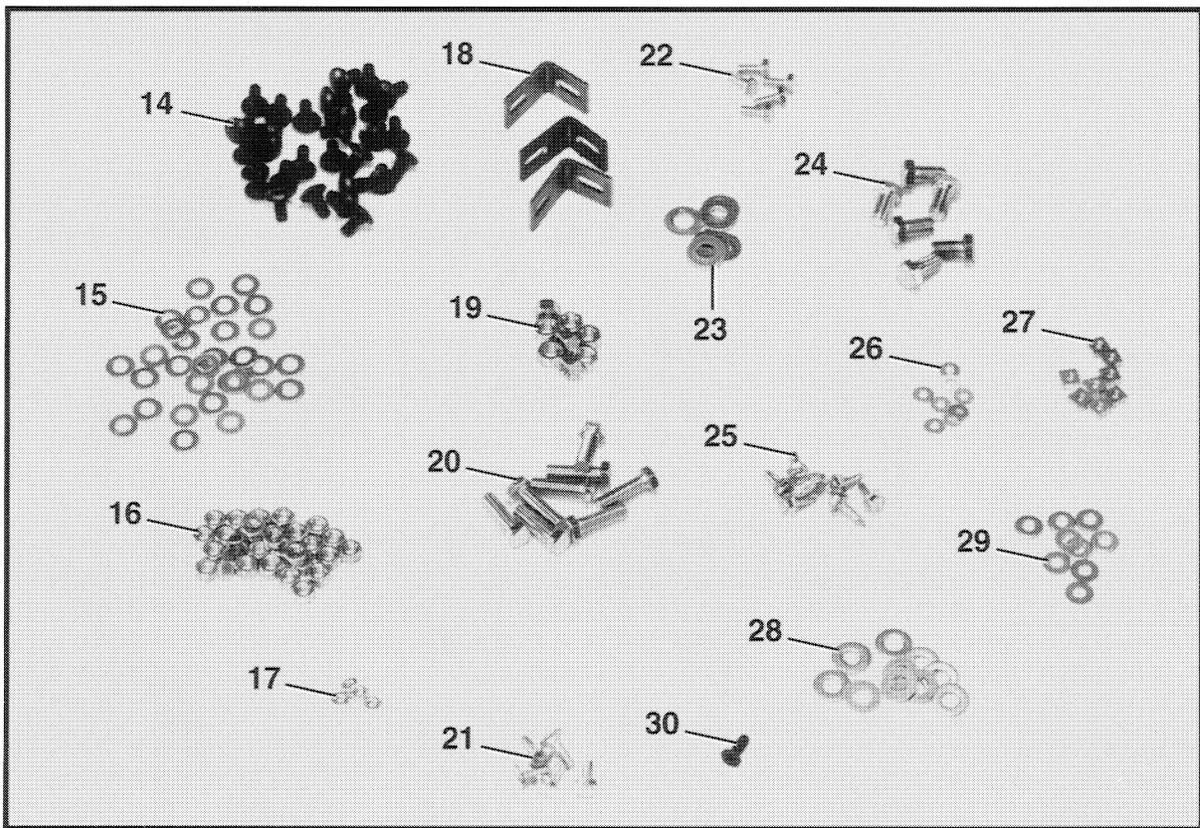
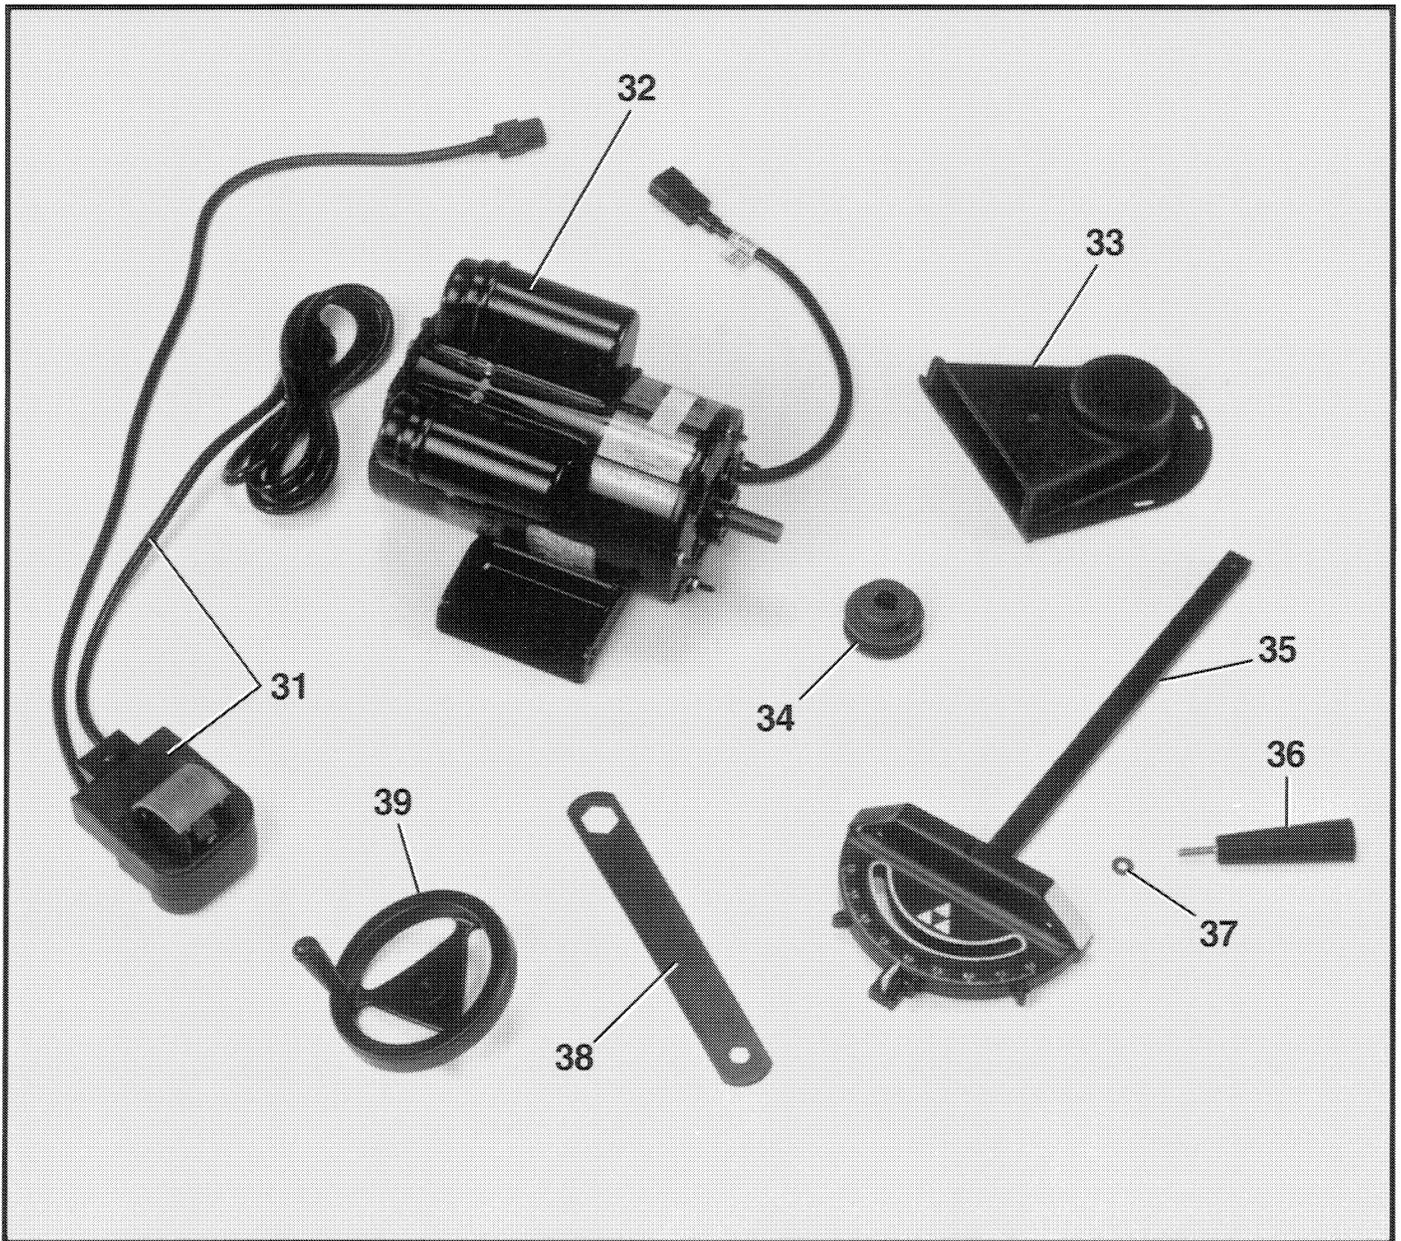

Fig. 4
Fig. 5
- * no ilustrada en la Fig. 4. Ilustrada como artículo 37 en la Fig. 5.